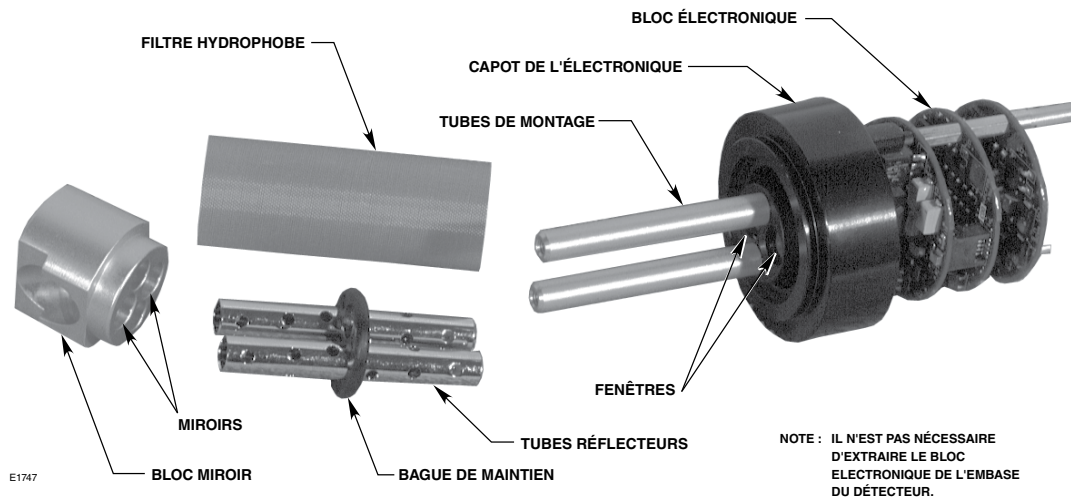
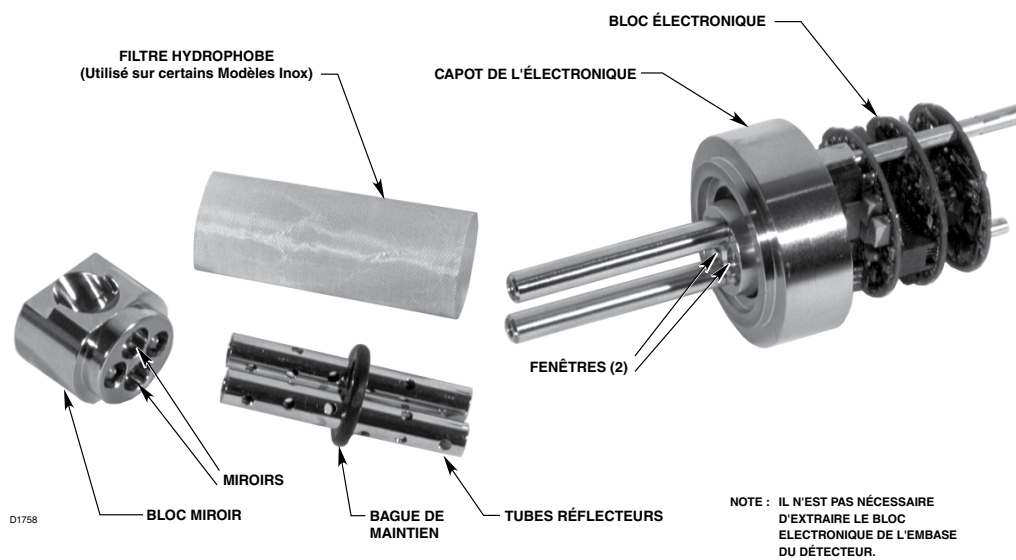

Figure 26—Démontage du Détecteur PIR9400 en Aluminium pour Nettoyage
Figure 27—Démontage du Détecteur PIR9400 en Inox pour Nettoyage
2. Desserrer les deux vis captives situées sur le haut du bloc miroir (Figure 12) et faire glisser le bloc miroir, le filtre hydrophobe et les tubes réflecteurs pour les séparer du bloc électronique et de son capot. Voir Figure 26 (modèle aluminium) et Figure 27 (modèle inox).
3. Démontez le bloc miroir, les tubes réflecteurs et le filtre hydrophobe comme représenté en Figures 26 et 27. Ne pas retirer le capot de l'électronique.